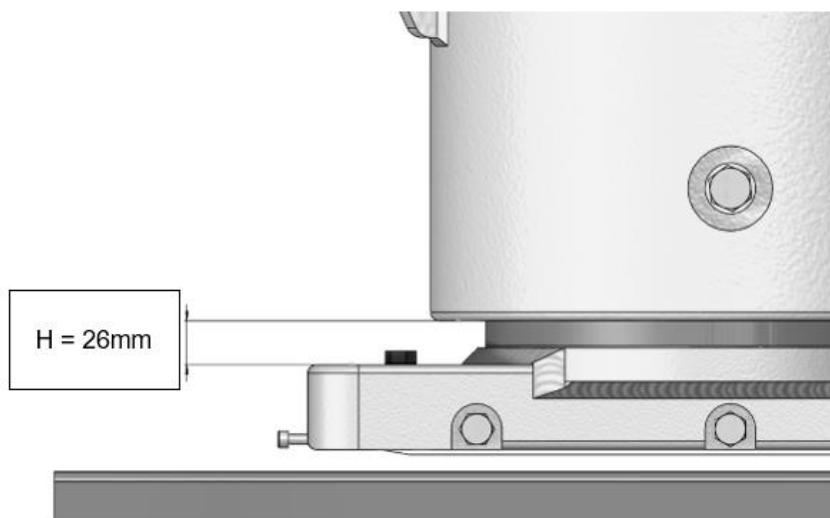

Bild 2.12
- Prüfen Sie, ob der Lüftspalt korrekt eingestellt ist, indem Sie das Maß H Abstand zwischen der Unterseite des Gehäuses und der Oberseite des Reibklotzhalters messen, siehe Bild 2.12. Falls erforderlich mit der Einstellschraube **10** nachstellen.